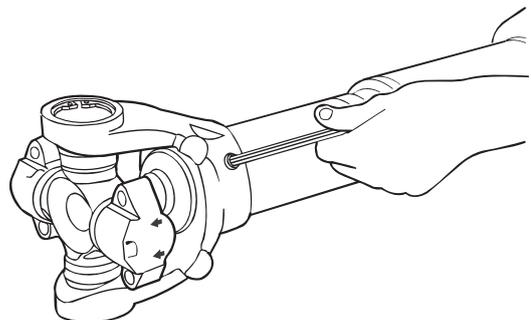

Figura 4.27
10. Use uma chave Allen para reinstalar o tampão de graxa. Figura 4.27.